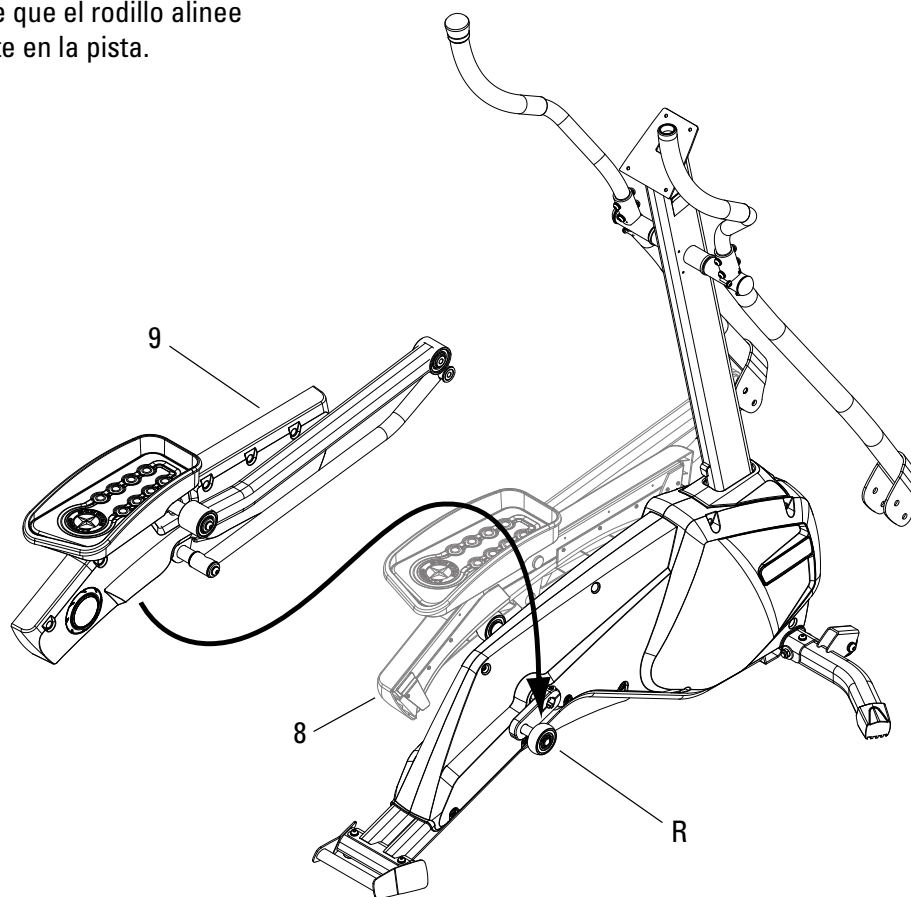

Figura 6b
6-2 Coloque el armazón de leva sobre el rodillo del brazo de manivela (R), como se muestra en la Figura 6b. Hay una pista en el armazón de leva que se ajusta en el rodillo del brazo de manivela.